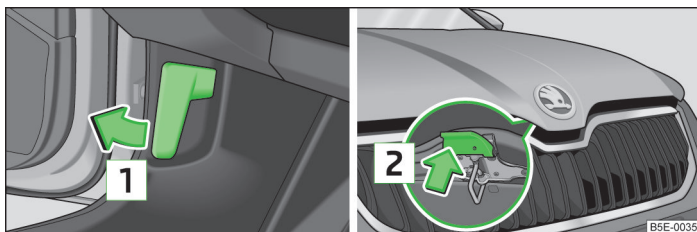

Fig. 180 Leva di sbloccaggio per cofano motore/leva di sbloccaggio
A porta anteriore chiusa non è possibile sbloccare il cofano motore con la leva  » fig. 180.
- » Tirare la leva di sbloccaggio sotto la plancia  nella direzione indicata dalla freccia » fig. 180.
Non aprire mai il cofano motore tramite la leva di sbloccaggio » fig. 180.